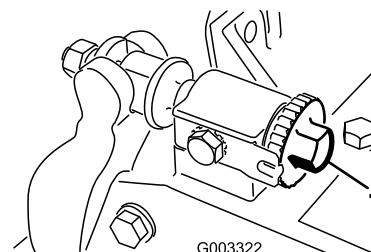

Figura 23
1. Desperte o contacto do cilindro na lâmina rodando os parafusos de ajuste da lâmina (Figura 23) no sentido contrário ao dos ponteiros do relógio até que não exista contacto.